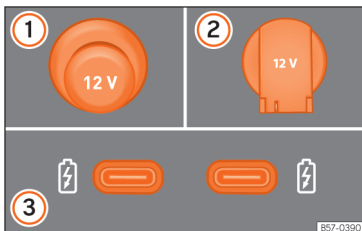

Рис. 158 Розетки 12 В.
»» рис. 158
Залежно від комплектації та країни експорту, автомобіль може мати USB-порти **для заряджання або живлення мобільних пристроїв** »» рис. 158 ③.